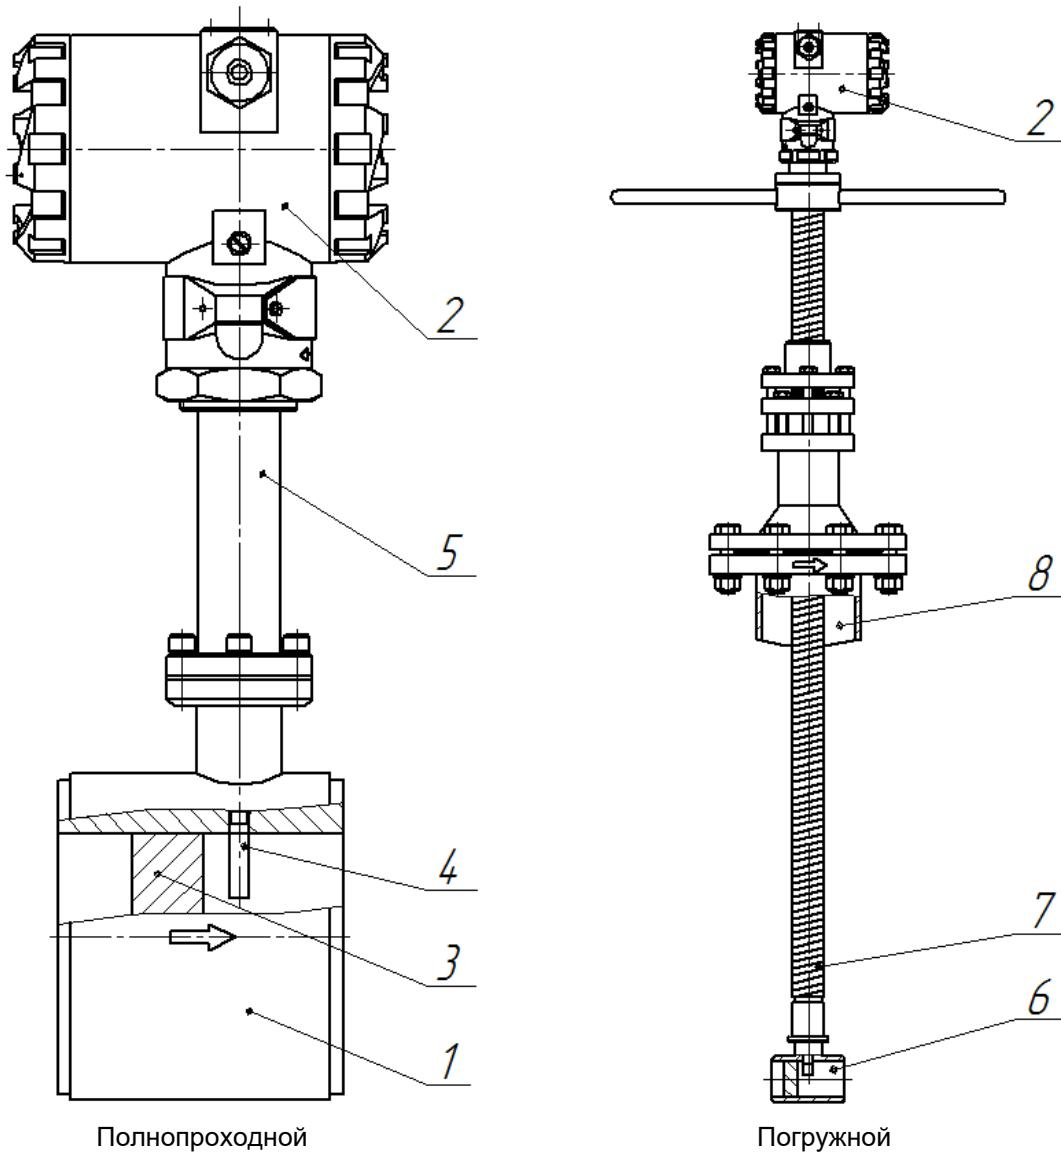

Рисунок 3.1 – Устройство расходометров
Расходомеры по методу измерения подразделяются на полнопроходные (ЭВ-200) и погружные (ЭВ-205). Полнопроходной расходомер-счетчик (см. **рисунок 3.1**) состоит из проточной части (1) и электронного блока (2). Проточная часть представляет собой полый цилиндр, в поперечном сечении которого установлено тело обтекания (3). За телом обтекания расположен чувствительный элемент (4) (сенсор). Электронный блок (2) крепится на цилиндре проточной части с помощью трубчатой стойки (5). Электронные платы размещены в электронном блоке.
Погружной расходомер (см. *рисунок 3.1*) состоит из датчика (6), штанги (7), приварного патрубка (8) и электронного блока (2). Датчик конструктивно выполнен как проточный вихревой расходомер и измеряет скорость потока в одной точке.